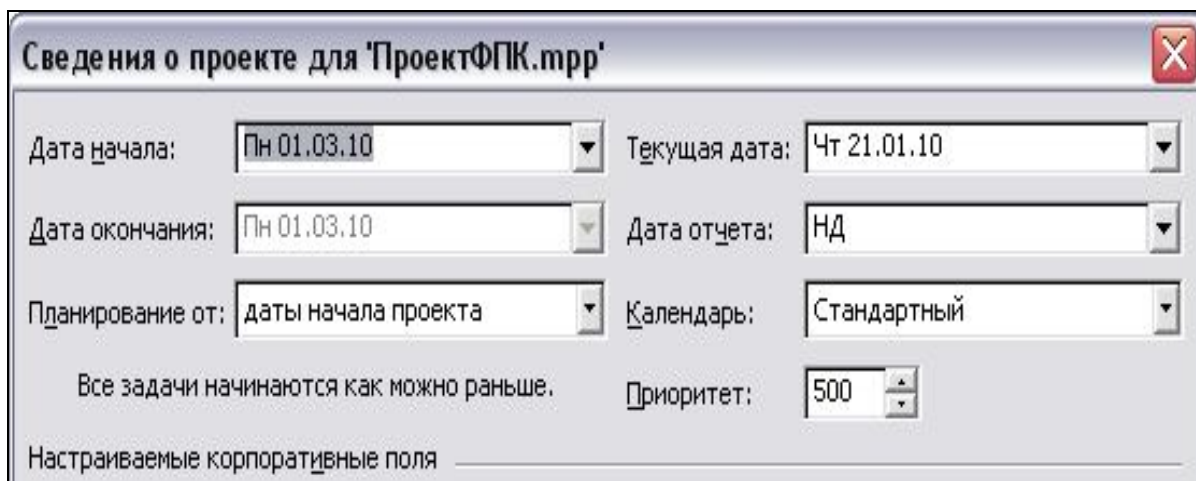

Рис. 9. Диалоговое окно **Сведения о проекте**
4. Определить основные характеристики проекта через команду меню **Проект – Сведения о проекте** (рис. 9). Выбрать способ планирования - от даты начала, зафиксировать дату начала проекта. Здесь же в раскрывающемся списке *Календарь* выбрать вариант календаря работ: **Стандартный** (Standard), т.е. с 8-ми часовым рабочим днем.